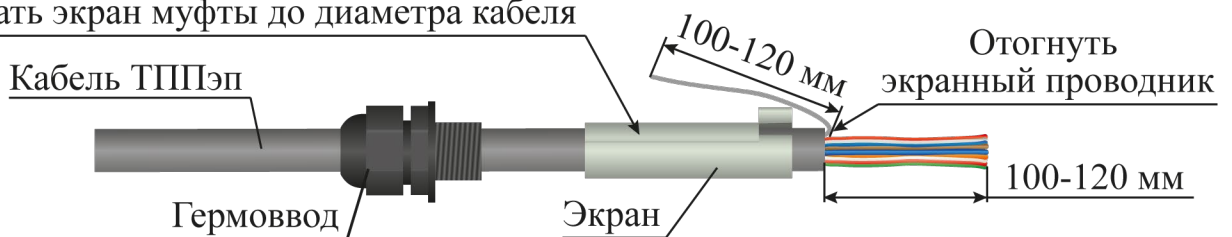

Рисунок 4.39
– надеть на оболочку кабеля ТППЭп в следующей последовательности: гермоввод, экран муфты переходной (рисунок 4.39);
– обжать экран муфты переходной до внешнего диаметра кабеля ТППЭп с помощью плоскогубцев (рисунок 4.39);
– снять оболочку со свободного конца кабеля ТППЭп длиной 100 - 120 мм (рисунок 4.39);
– экранный проводник отвести в сторону (рисунок 4.39);